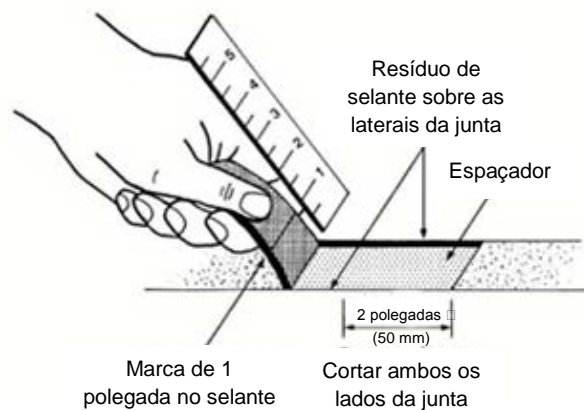

Figura 5: Exemplo de teste de adesão em campo.
- c. Faça uma marca de 1" (25 mm) no selante como mostra a figura 5.